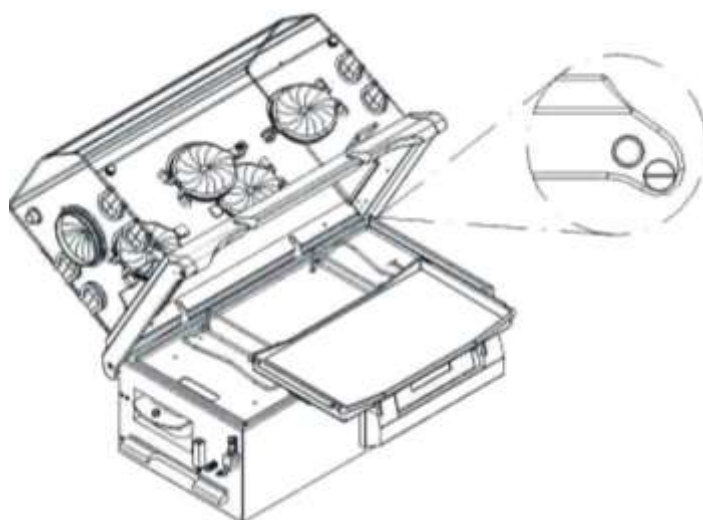

Figura 200 – Destravando a cúpula
11. Para destravar a cúpula retire um pouco o peso, em seguida puxe o pino para fora para destravá-la, conforme figura 200.